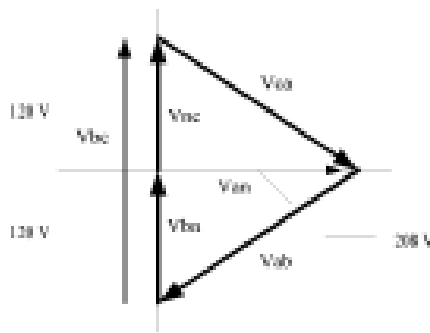

Figura D.5: El diagrama de Fasor de delta trifásico, de cuatro cables conectado al sistema
■ Otra conexión de delta común es el delta de cuatro cables, puesto a tierra usado para las cargas de la iluminación. En esta conexión el punto de centro de una bobina se pone a tierra. En 120/240 voltio, el servicio de cuatro cables, puesto a tierra del delta el voltaje de la fase-a-tierra sería 120 voltios en dos fases y 208 voltios en la tercera fase. La figura D.5 demuestra el diagrama del fasor para los voltajes en un sistema trifásico, de cuatro cables del delta.